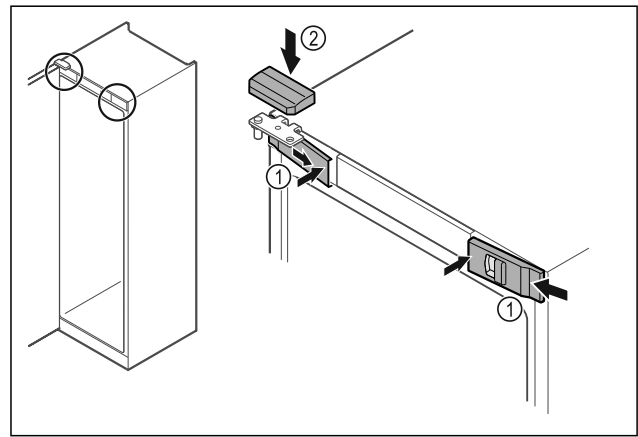

Fig. 44
- ▶ Agganciare le coperture anteriori Fig. 44 (1) di lato e innestarle all'interno.
- ▶ Innestare la copertura superiore Fig. 44 (2) dall'alto.